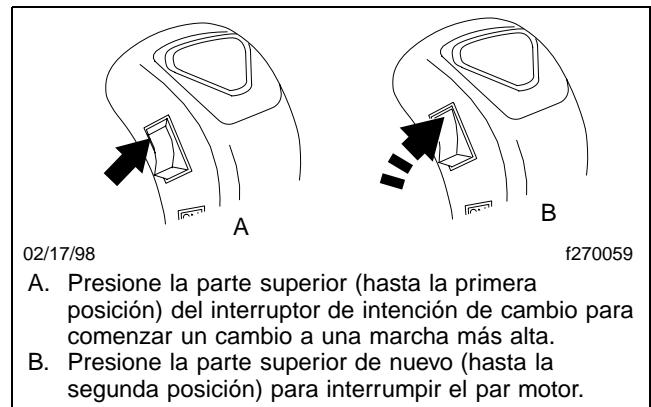
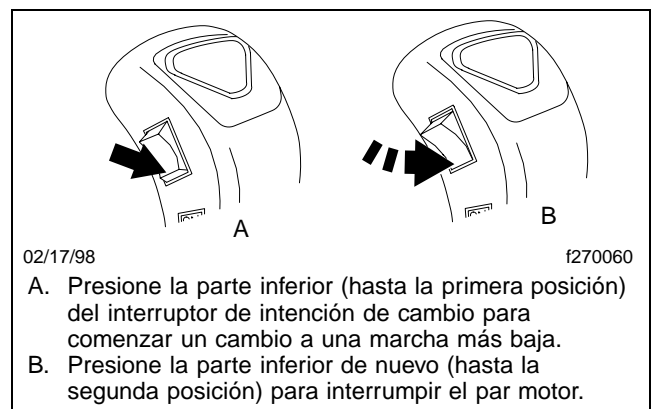

Figura 8.19, Cambio a marcha más alta con ESS mediante el interruptor de intención de cambio
Figura 8.20, Cambio a marcha más baja con ESS mediante el interruptor de intención de cambio
NOTA: Si el interruptor del sistema está apagado (OFF), use el interruptor de intención de cambio para escoger entre intervalos. Presione la parte superior del interruptor (Figura 8.19) para seleccionar el intervalo alto al cambiar a marchas más altas y la parte inferior del interruptor (Figura 8.20) para seleccionar el intervalo bajo al cambiar a marchas más bajas.
- 1.3 Presione de nuevo la parte superior del interruptor de intención de cambio, lo bastante como para mover el interruptor a la segunda posición dentro del cuerpo de la manija de cambio. Luego suelte el interruptor. Vea la **Figura 8.19**. Esto interrumpirá el par motor.
- 1.3 Presione de nuevo la parte inferior del interruptor de intención de cambio, lo bastante como para mover el interruptor a la segunda posición dentro del cuerpo de la manija de cambio. Luego suelte el interruptor. Vea la **Figura 8.20**. Esto interrumpirá el par motor.